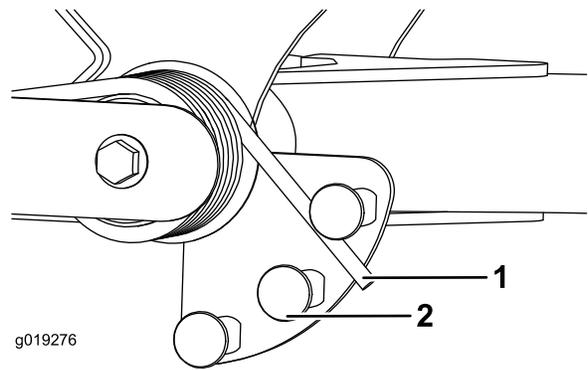

Bild 54
2. Stecken Sie ein Rohr oder ein ähnliches Objekt in das lange Federende und drehen Sie es um den Federaktuator in die gewünschte Stellung (Bild 54).